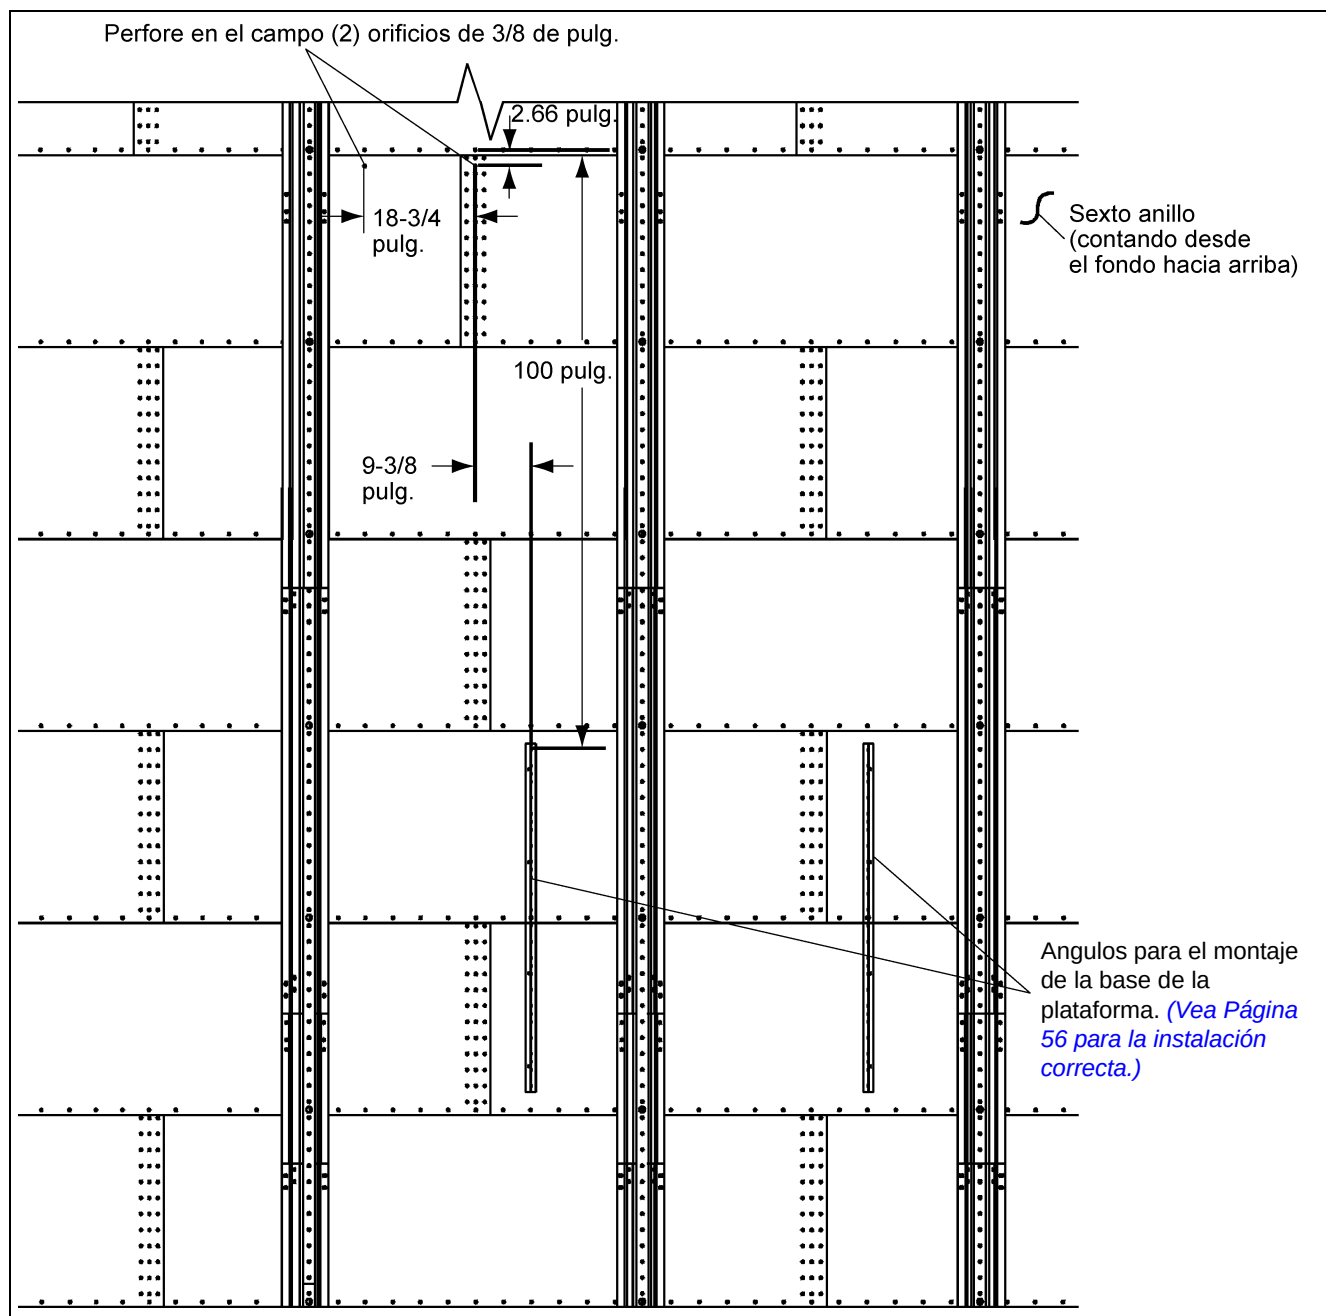

Figura 6X
Antes que se instalen los soportes del arrancador (STARTER BRACKET o soporte inicial), se deben perforar dos (2) orificios de 3/8 de pulg. debajo de y directamente en línea con los orificios de la junta horizontal superior, ubicados en el sexto anillo de más arriba, contando desde el fondo del silo. El primer orificio, para el soporte del arrancador o soporte inicial derecho, se debe ubicar a 9-3/8 pulg./23,81 cm. del centro del ángulo- a mano izquierda- del montaje de la plataforma intermedia hasta el centro del orificio. El segundo orificio que se requiere para el soporte a mano izquierda, se debe ubicar a 18-3/4 pulg./45,91 cm. partiendo desde el centro del primer orificio. *Refiérase a la Figura 6X* de más abajo, para la ubicación correcta de los dos (2) orificios de 0,375 pulg./0,95 cm. perforados en el campo y que se requieren para la instalación de los soportes del arrancador.